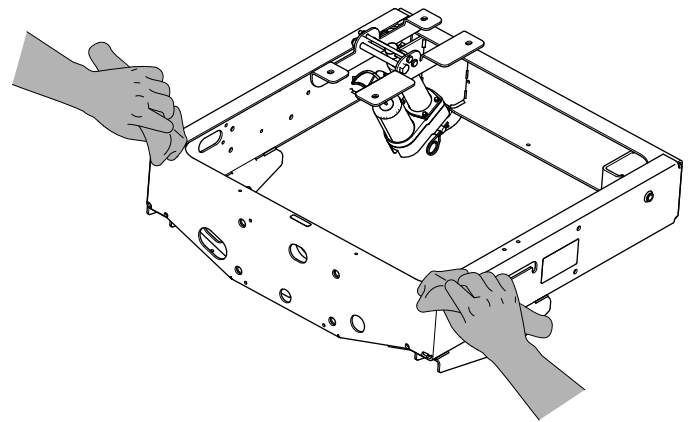

Figura 14
1. Limpe as 2 áreas da estrutura (Figura 14) de forma a que o adesivo da espuma almofadada assente corretamente na estrutura.